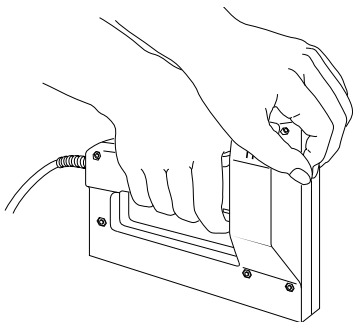

Figure 6
**NOTE** : Dans les travaux difficiles d'at-tache, appuyez sur la tête de l'outil avec la paume de la main libre (voir Figure 6). Ceci améliorera l'enfoncer d'agrafe.